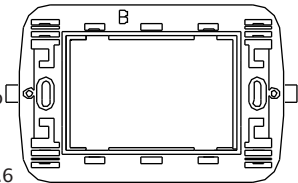

Fig.6
Con questa **Cornice portaplacca** (Fig.6) si possono montare le placche delle seguenti serie civili senza effettuare nessuna modifica:
*This type of **Holder plate** (Fig.6) allows the assembly of these plates without any modification.*